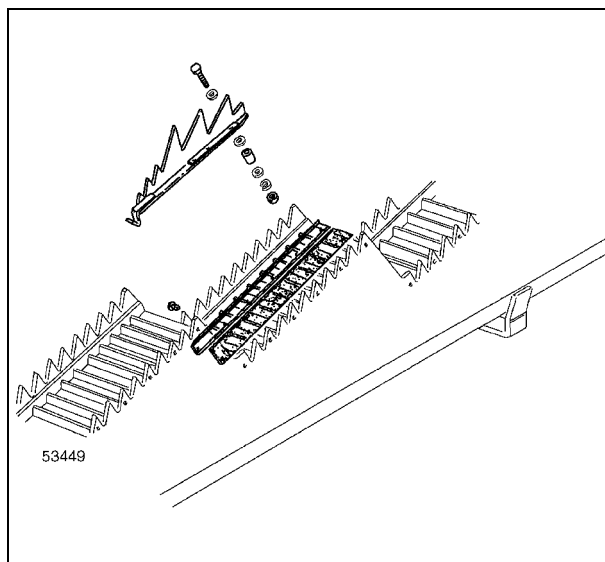
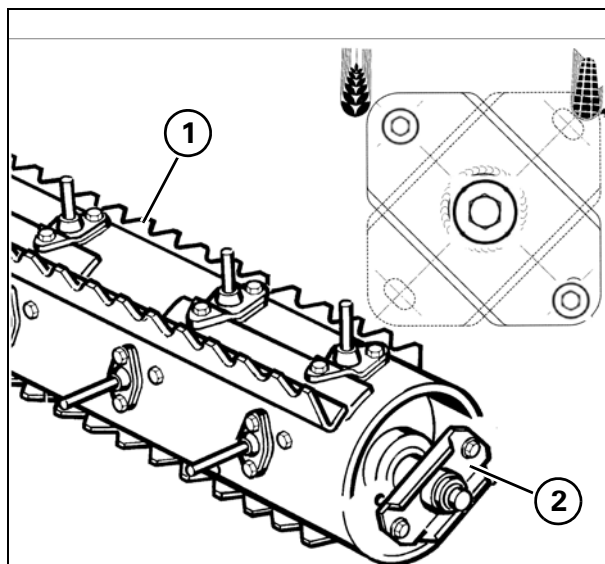

Рис. 3
Рис. 4
### ОБОРУДОВАНИЕ ДЛЯ УБОРКИ КУКУРУЗЫ - Рис. 3 и Рис. 4
При скашивании кукурузы установите планки (1) и уберите пальцы при помощи регулировочного кронштейна (2), как показано на рисунке Рис. 4 (см. также стр. 3-9).